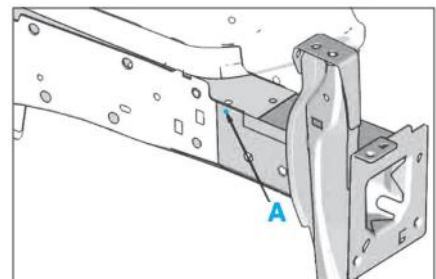

FIG. 6
- Dépointer aux endroits indiqués A,B et C (Fig.6 et 7).